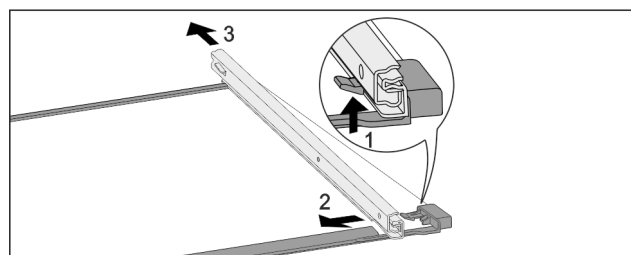

Fig. 150 Ripiano in vetro con guide
- ▶ Premere il gancio di fermo anteriore verso l'alto. Fig. 150 (1)
- ▶ Far scorrere la guida estraibile di lato Fig. 150 (2) e verso il lato posteriore Fig. 150 (3).